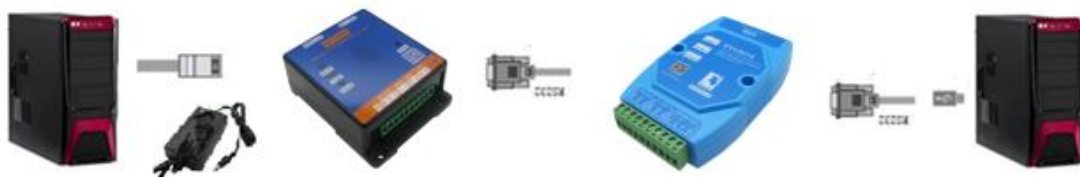

图 17-2 GT1301 硬件测试平台
- 此时，GT1301 硬件测试平台搭建完成，如图 17-2 所示。